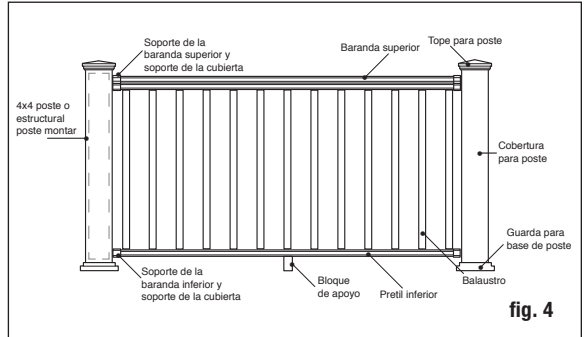

fig. 4
Paso 5 Recorte las coberturas de postes de 10.2 x 10.2 cm (4x4 pulg.) a la longitud adecuada. Las coberturas para poste deben ser al menos 5.08 cm (2 pulg.) más largas que la altura del barandal (fig. 4). Ejemplo: Para un barandal de 91.4 cm (36 pulg.) de altura, recorte la cobertura del poste a un mínimo de 96.5 cm (38 pulg.), puede dejarse más larga si se desea. Deslice una funda de poste recortada sobre cada poste de barandilla de 10.2 x 10.2 cm (4x4 pulg.) o montaje de poste. La cobertura para poste debe deslizarse fácilmente sobre el poste. **NO FUERCE** la cobertura de poste sobre el poste. Los postes de 10.2 x 10.2 cm (4x4 pulg.) torcidos o doblados deben ser reemplazados. Deslice una cenefa para base de poste (opcional) sobre cada cobertura de poste para un aspecto más acabado. *Nota: Se recomienda instalar la cenefa para base de poste antes de instalar el barandal inferior. Sin embargo, el diseño de dos piezas permite que el instalador añada la cenefa para la base del poste después de instalar el barandal. Para instalarla, aplique una línea delgada de pegamento transparente para construcción en exteriores a la parte interior de la cenefa para poste, en donde entrará en contacto con la cubierta del poste, y colóquela en su sitio alrededor de la base de la cobertura del poste.*